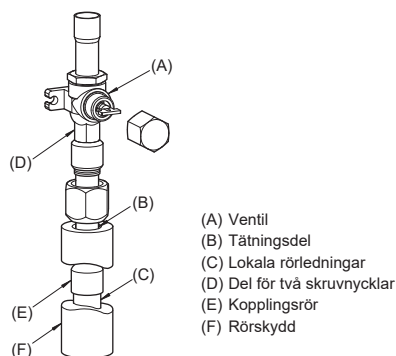

Fig. 4-3
(3) Följ proceduren nedan när rör ansluts på gassidan. (Fig. 4-3)